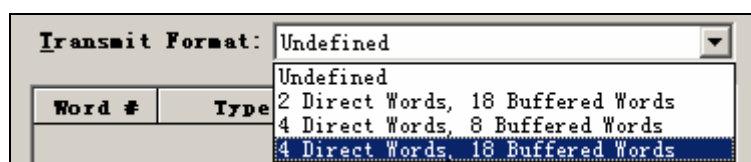

图 6-23 选择 #1 变频器的发送格式
8) 因为我们配置的是#1 变频器, 所以我们只需要配置 SynchLink 中数据的发送, 无需配置数据的接收。点击 Transmit Format 的下拉键, 会出现如图 6-23 所示的发送格式选择菜单, 这里我们选择 4 Direct Words 和 18 Buffered Words。